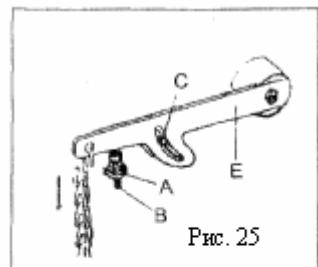

Рис. 25
- а. Ослабьте регулировочный винт (B) и винты крепления (D) стопорной обоймы прижимной лапки (C) (Рис.25)
- б. Сдвиньте рычажок прижимной лапки (E) вниз. После этого прижимную лапку можно будет снять.
- а. Нажмите вниз рычажок прижимной лапки (E) и установите прижимную лапку на место.
- б. Установите расстояние 5 мм между нижней поверхностью прижимной лапки и верхней поверхностью игольной пластиинки (Рис. 25 и 26).
- с. Отрегулируйте стопорную пластинку (A) и затяните винт (B). ПРИМЕЧАНИЕ: Величина подъема прижимной лапки на машинах без петлителя декоративной нити составляет 8 мм, по этому использовать стопорную обойму прижимной лапки (C) не требуется.